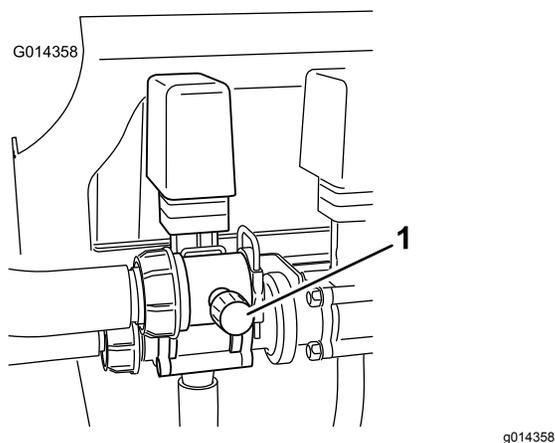

Bild 25
9. Stellen Sie das Rührwerksicherheitsventil (Bild 25) hinten am Rührwerkventil so lange ein, bis das Druckmanometer 689 kPa (100 psi) anzeigt.